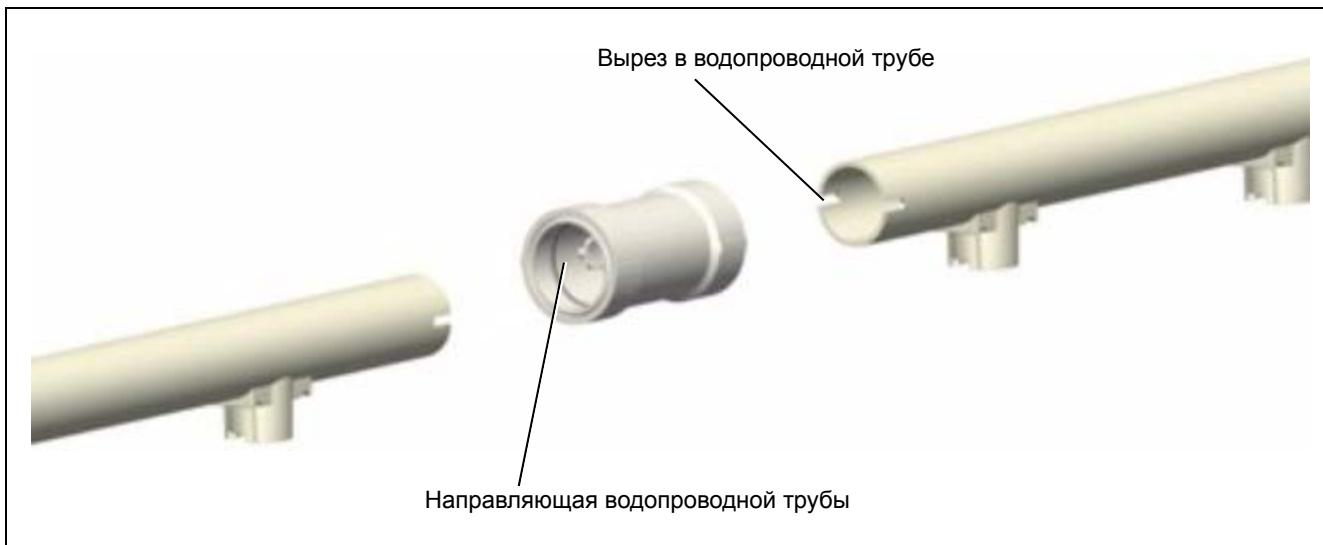

Рисунок 7Н
5. Подсоедините оставшиеся водопроводные трубы, выравнивая направляющие, надевая соединительный элемент на предыдущую трубу и вставляя следующий отрезок в соединительный элемент. (*См. Рисунок 7Н.*) Повторяйте *Шаг 3 на стр. 23* при установке каждого отрезка водопроводной трубы.